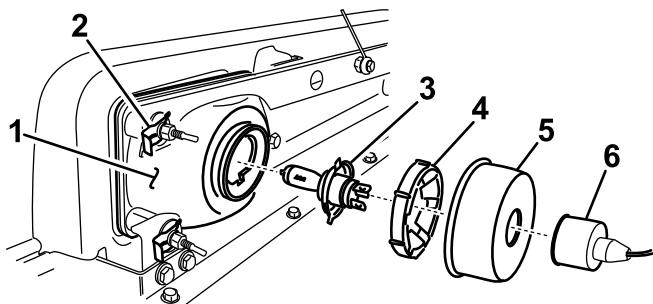

図 30
2. 保護用のゴム製ブーツを外す(図 30)。
2. ヘッドライト・アセンブリ全体を前に押出して、前バンパーから外す（図 30）。
3. 取り付け穴に新しいヘッドライトを取り付ける（図 30）。柱状の合いマーク突起がバンパー側の取り付けブラケットの穴にそろいうように取り付けること。